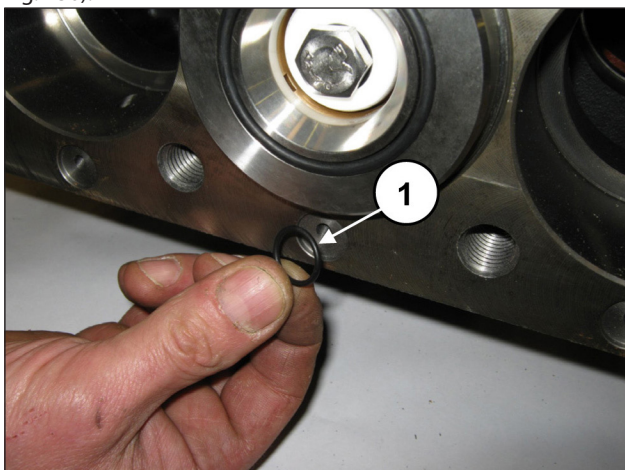

Fig. 130
Applicare i 6 O-ring frontali del carter pompa (pos. ①, Fig. 130).